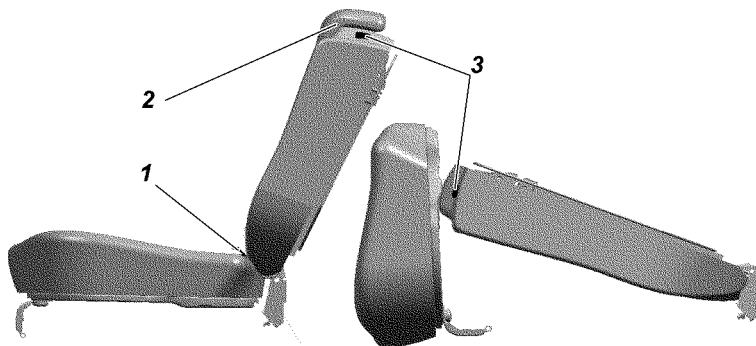

Рис. 3.25. Заднее трехместное сиденье:
**Заднее трехместное сиденье** (рис. 3.25) состоит из односторонней и двухместной подушки и односторонней и двухместной спинки.
- потяните за петлю 1 (рис. 3.25) и установите подушку в вертикальное положение;
- потяните за рычаг 3 по направлению движения автомобиля, освободив спинку, уложите ее, как показано на схеме, рис. 3.25;